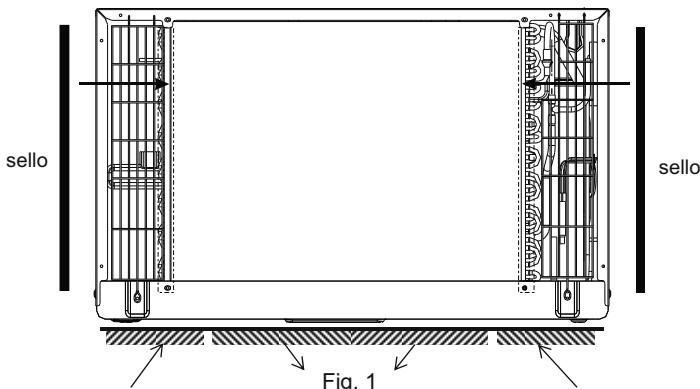

Fig. 1
1. Colocar las 2 juntas ($1'' \times 3/8'' \times 14''$) como se muestra en la Fig. 1.